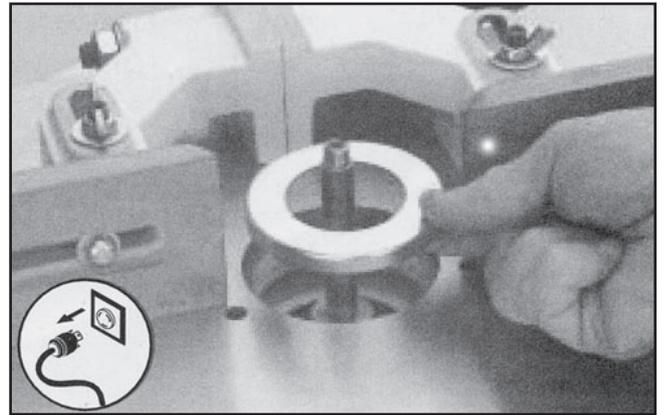

Figura 15. Utilice la inserción de la mesa para mantener las astillas de madera en la mesa
2. Coloque e inserte la inserción de la mesa que necesite. Vea la Figura 15.